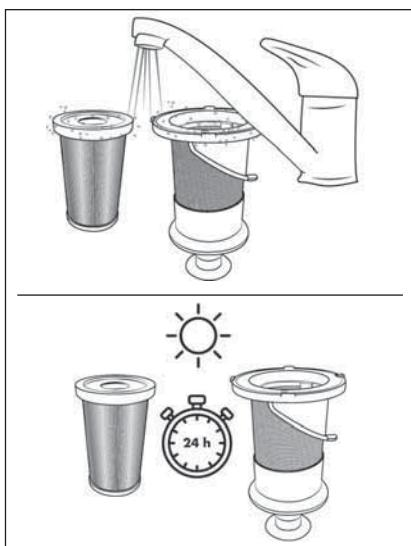

Fig. 22
- 5) Enjuague el filtro EPA ⑤ y el filtro de acero inoxidable ⑥ bajo agua fría o templada. Deje que el filtro EPA ⑤ y el filtro de acero inoxidable ⑥ se sequen completamente antes de volver a montarlos en el depósito de polvo ⑦ (consulte la fig. 22).